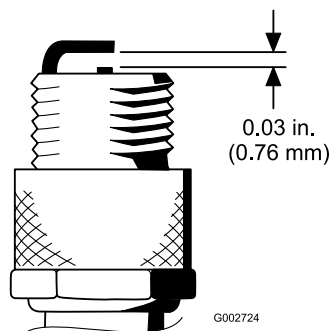

Figura 27
4. Impostate la distanza tra l'elettrodo centrale e l'elettrodo laterale a 0,76 mm; fate riferimento a Figura 27. Montate la candela alla giusta distanza con una guarnizione di tenuta e serratela a 23 N·m. In mancanza di una chiave torsiometrica, serrate a fondo il tappo.